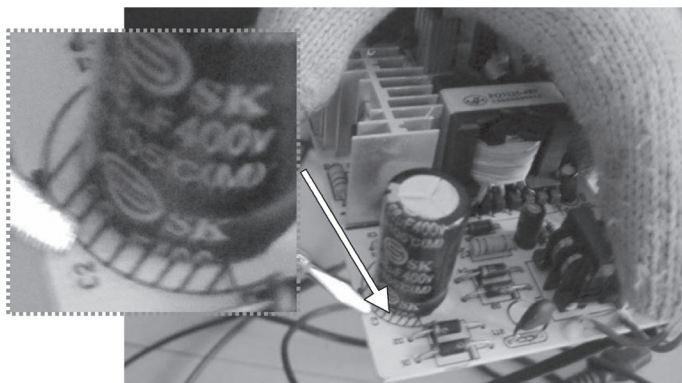

图 4-23 电容 C2
1) 首先测量 +300V 滤波电容 C2 (如图 4-23 所示) 两端的在路阻值，阻值近似为零，表明元件击穿。